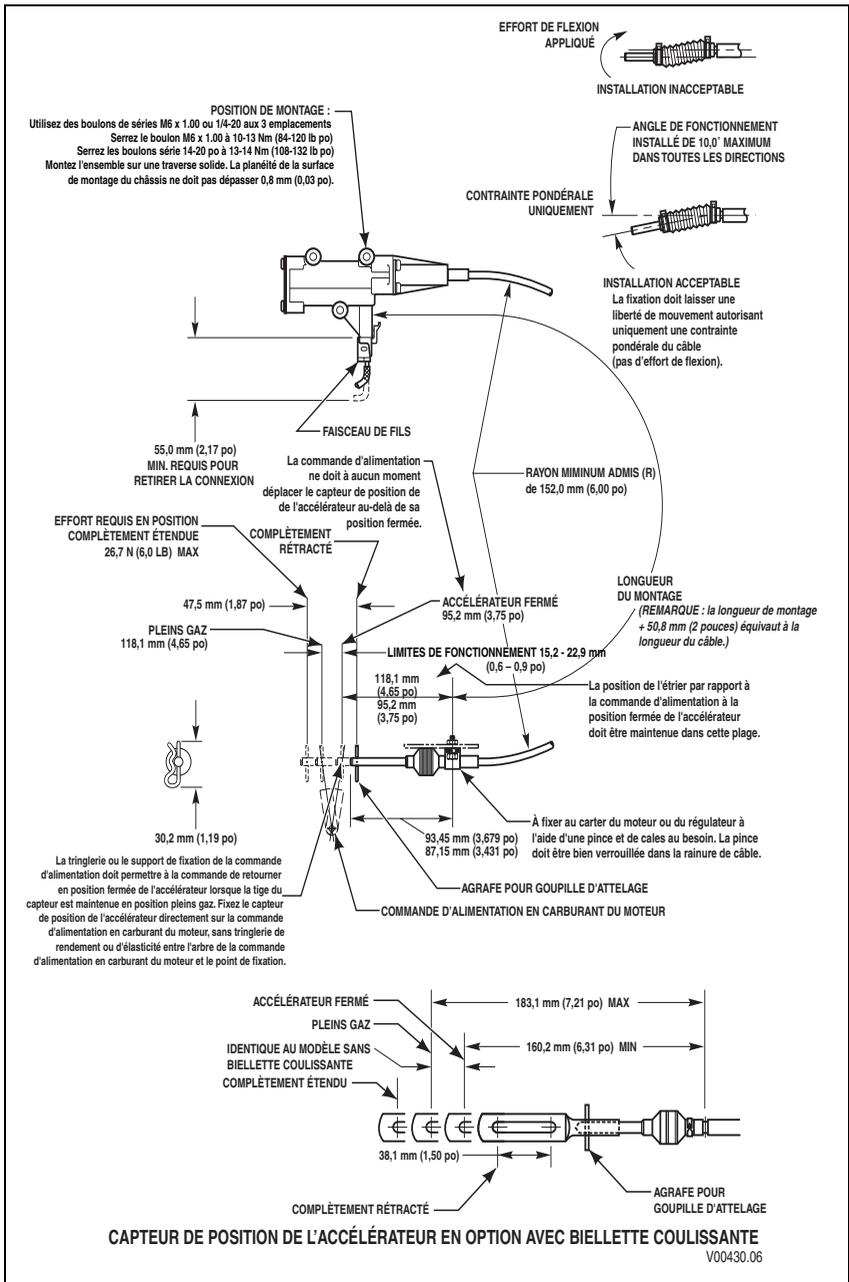

Figure 5-6. Schéma de montage du capteur de position de l'accélérateur à goupille d'attelage
b. Réglage du capteur de position de l'accélérateur (CPA) — À l'aide d'un outil de diagnostic. Si le CPA a été correctement installé par le fabricant, il ne requiert en principe aucun réglage. Vérifiez que le capteur de position de l'accélérateur a bien été installé selon les spécifications du fabricant (reportez-vous à la Figure 5-6) avant de le régler. La position de ralenti doit être de 8,9 mm ou 0,97 volts environ (ou davantage), et la position de pleins gaz doit être de 35,7 mm ou 3,889 volts (ou moins). Le CPA s'étalonne automatiquement et n'a par conséquent aucune position optimale en position fermée ou pleins gaz. Tant que la course est comprise entre 8,5 et 35,7 mm, le CPA est correctement réglé. La course totale doit être comprise entre 15,2 et 22,9 mm.
1. Fixez l'extrémité de câble à l'aide d'une pince et de cales (reportez-vous à la Figure 5-6).